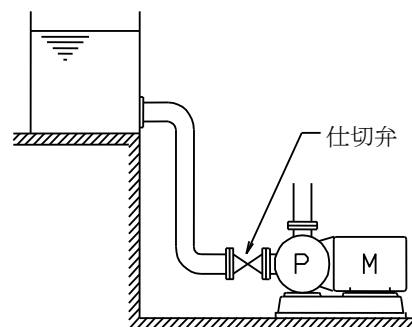

図 5
- (10) 流し込み・押し込み方式の場合は、吸込管に仕切弁を取付けてください(図5)。仕切弁がないと、ポンプの点検・修理のとき、タンク及び配管の水を全部抜かなければなりません。